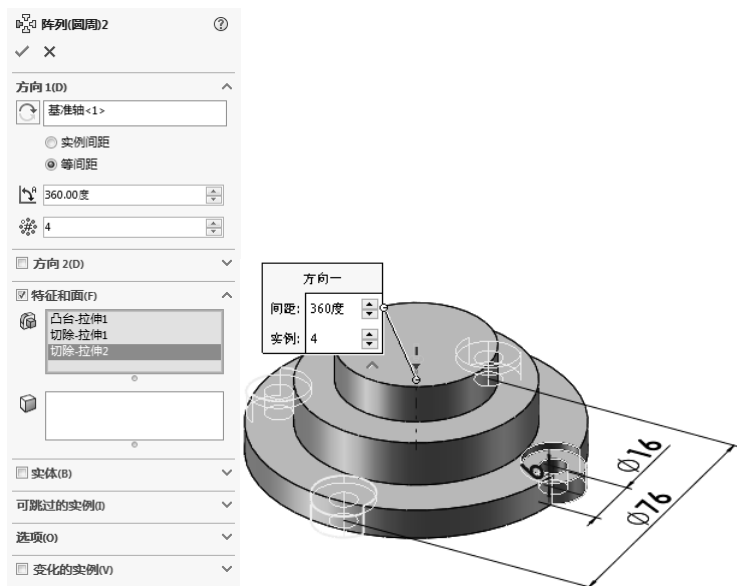

图 7-90 圆周阵列实体
8) 圆周阵列实体。单击“特征”控制面板中的“圆周阵列”按钮，弹出“阵列（圆周）”属性管理器；选择显示的临时轴作为阵列轴，在（角度）文本框中输入“360”，在（实例数）文本框中输入“4”，在“要阵列的特征”列表框中，通过设计树选择刚才创建的一个拉伸和两个切除特征，如图 7-90 所示，单击（确定）按钮，完成阵列操作。